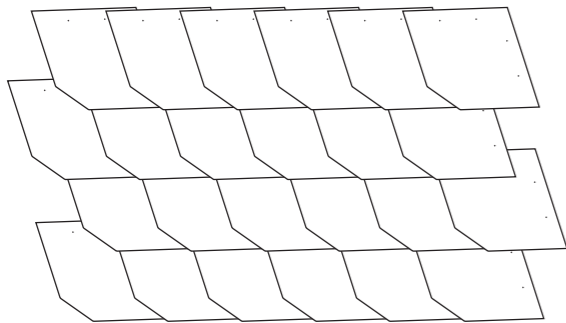

Abbildung 7
- 1.5 Die **UNIGENIAL** Geradschnitt Schablone ermöglicht bedingt durch ihren symmetrischen Aufbau, die Linksdeckung, die Rechtsdeckung oder die **UNIGENIAL** Deckung (Abb. 7, 8, 9, 10a und 10b).
- 2.1 Die Decksteine sind mit hängender Ferse zu verlegen (Abb. 7 und 8). Ein Fersenversatz ist nicht erforderlich.